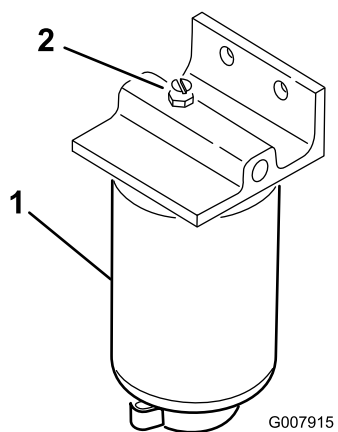

Figure 37
3. Ouvrez le bouchon d'aération sur le filtre à carburant/séparateur d'eau (Figure 37).